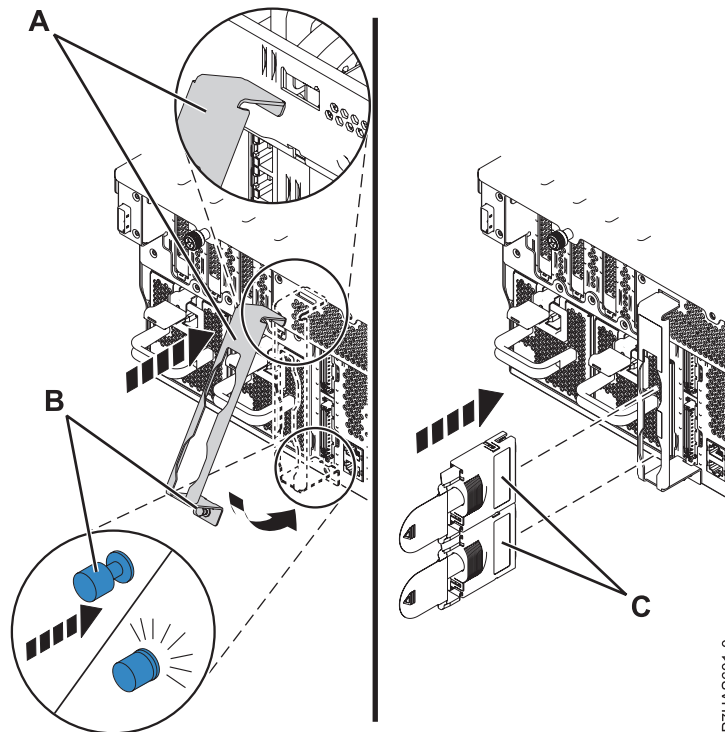

Abbildung 7. Kabelhalterung installieren
7. Wenn die Kabelhalterung (A) (siehe Abb. 7 auf Seite 10) bereitgestellt wird, führen Sie die folgenden Schritte aus:
- a. Drehen Sie die Kabelhalterung (A) (siehe Abb. 7 auf Seite 10), um die untere Haltezunge der Halterung in den Schlitz in der Baugruppe einzuhaken.
- b. Drehen Sie die Kabelhalterung zum Gehäuse hin und schieben Sie die Halterungsverriegelung (B) in die Gehäuseöffnung, um die Halterung zu befestigen.
8. Schließen Sie an der Rückseite des Systems die Adapterkabel (C) an.